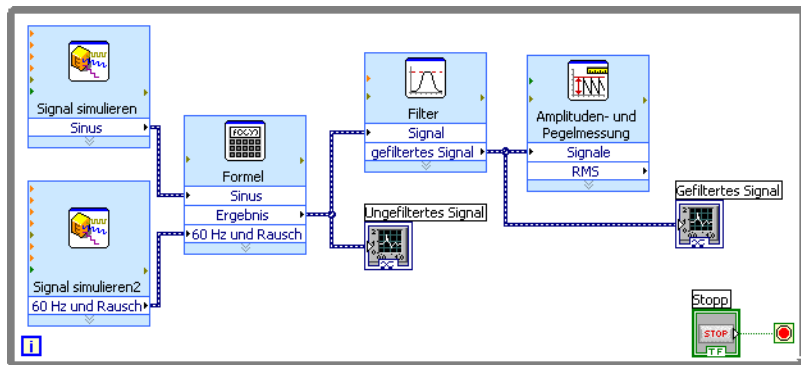

Abbildung 3-3. Blockdiagramm des VIs “Analyse”
12. Wählen Sie **Datei»Speichern**. Das Blockdiagramm des VIs “Analyse” sollte jetzt in etwa aussehen wie Abbildung 3-3.